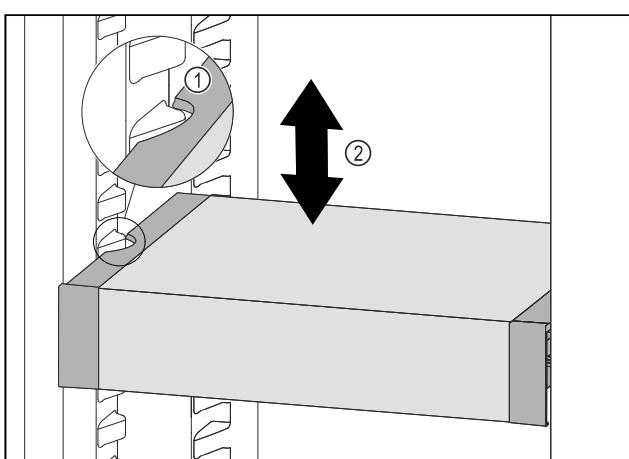

Fig. 73
- VarioSafe tiahajte dopredu, dokým sa bočné vybrania VarioSafe nebudú nachádzať vo výške rebra nádoby v chladničke. Fig. 73 (1)
- VarioSafe v chladničke presúvajte nahor alebo nadol, dokým sa dosiahne požadovaná výška. Fig. 73 (2)